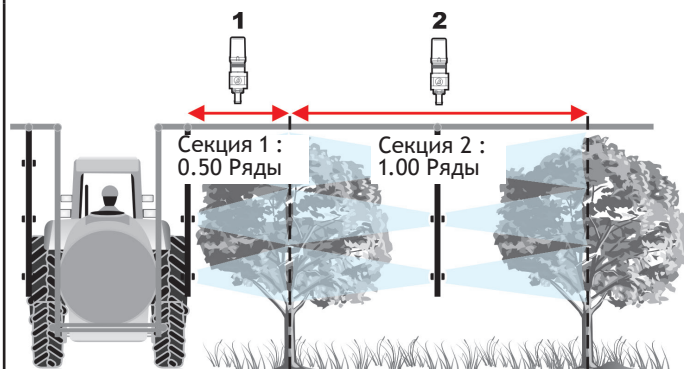

Рис. 36
- секция 1 опрыскивает один полный ряд (Рис. 36 - заданное значение 0,50 Ряды);
- секция 2 опрыскивает только одну сторону ряда (Рис. 36 - заданное значение 1,00 Ряды).